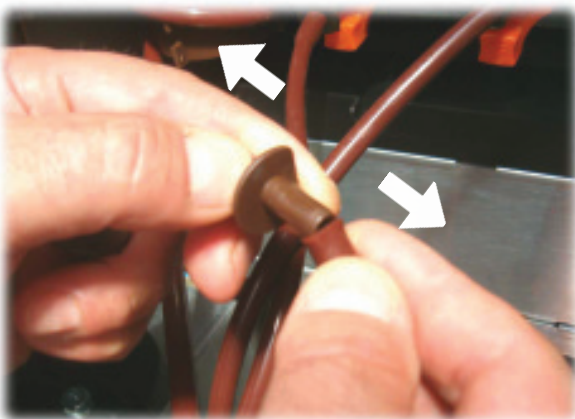

Abb. 12
12. Die Muffe **A** vom Schlauch abziehen. (Abb. 12).